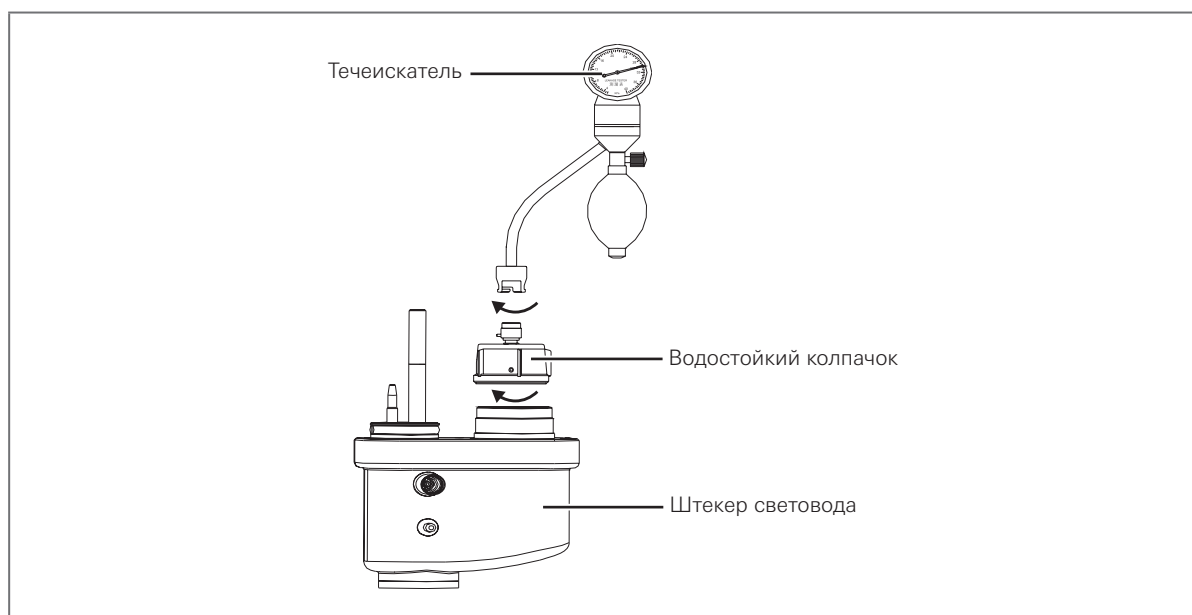

Рис. 5.1
1. Подсоедините течеискатель (приобретается отдельно) к эндоскопу, как описано ниже. (см. рисунок 5.1)